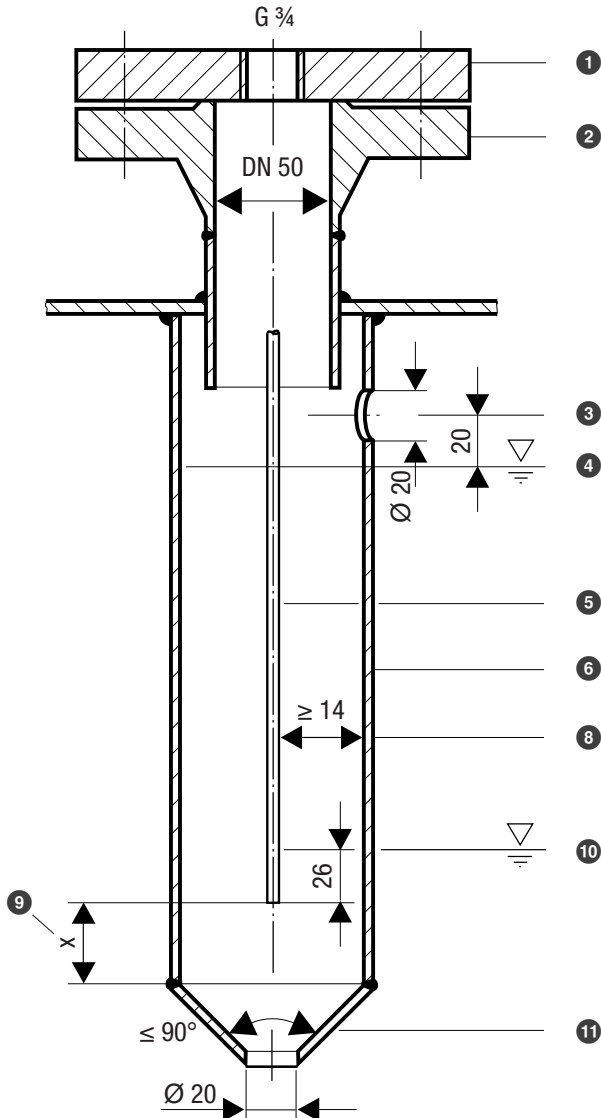
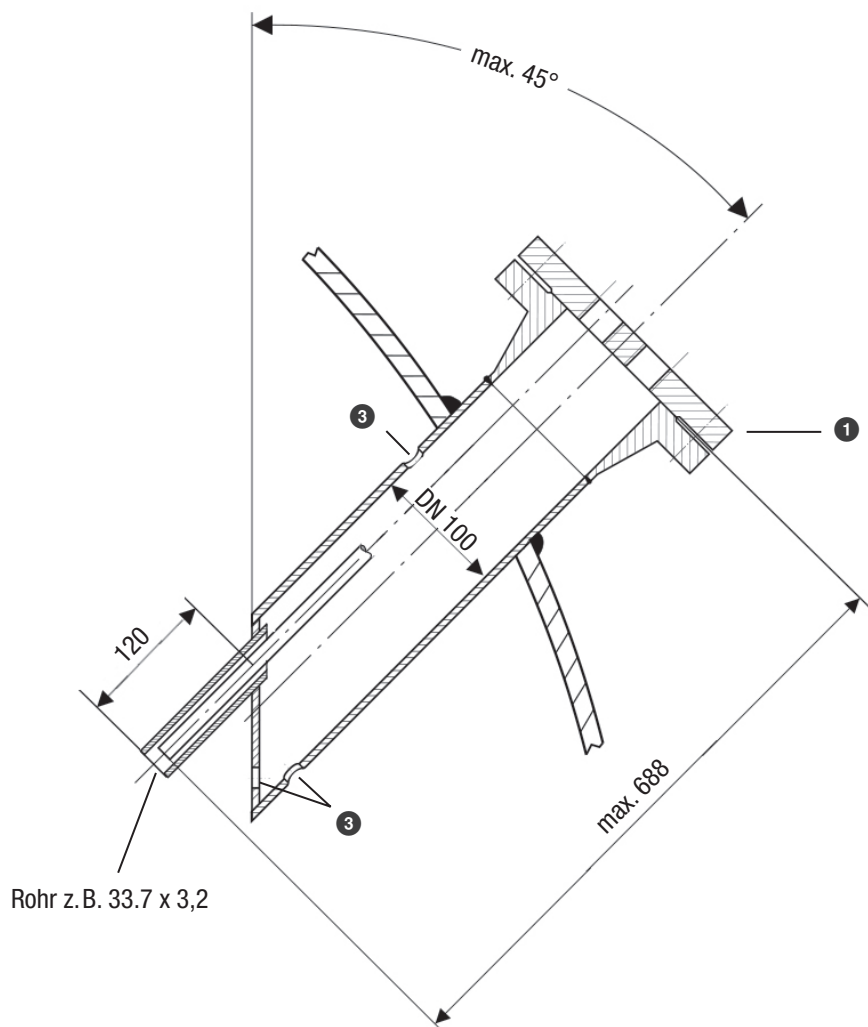

Fig. 12
Fig. 16
- Beachten Sie die Mindestabstandsmaße beim Einbau der Niveauelektrode, siehe Einbau-beispiele Fig. 12 bis Fig. 16.
Einbaubeispiel mit Maßvorgaben, siehe Fig. 12, Seite 29
Legende Fig. 12 bis Fig. 16